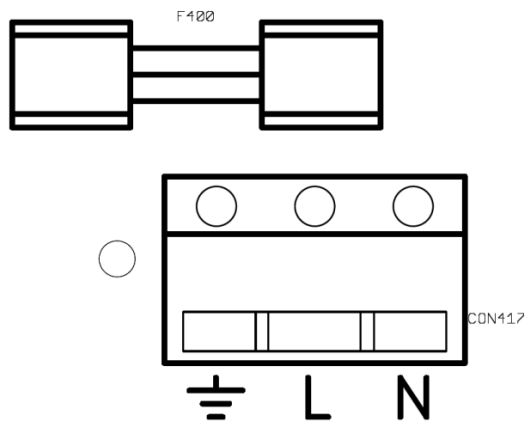

Figura 2 Morsetto di entrata rete alimentazione
2. Rimuovere il coperchio grigio del pannello anteriore del caricabatterie per consentire l'accesso al connettore di ingresso in CA, vedere Figura 2.